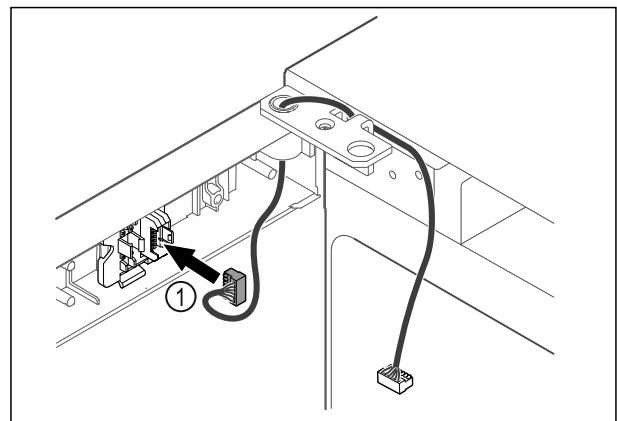

Fig. 59
- Вставити штекер Fig. 59 (1) в кріплення штекера.